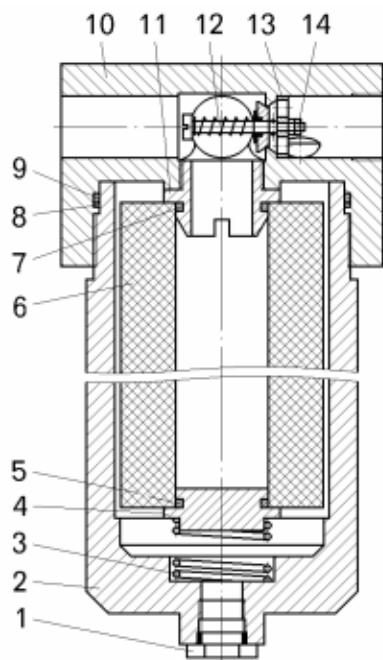

Рисунок 11.11 – Фильтр:
- отвернуть пробку 1 (рисунок 11.11) и слить масло из фильтра;